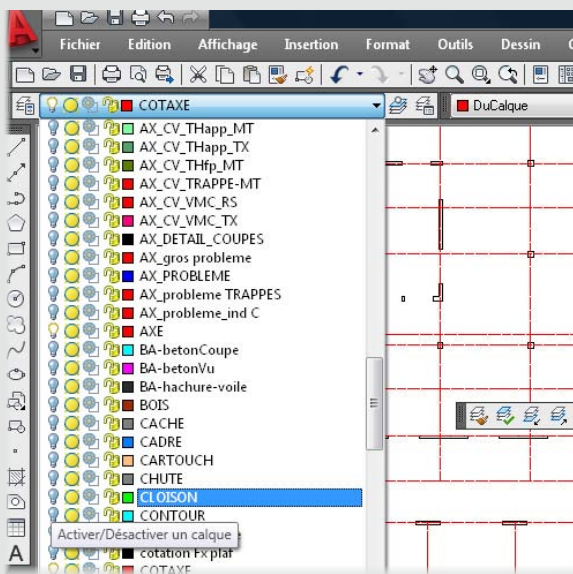

Figure 20
14. Nous allons activer maintenant le calque « cloison » (voir Figure 20). Pour cela, il faut dérouler la liste des calques en cliquant simplement sur la petite flèche du contrôle des calques, puis la faire défiler jusqu'au calque « cloison » et cliquer sur l'ampoule pour « l'allumer » de nouveau.